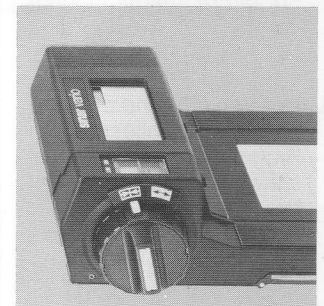

Fig. 11
- 5.2. SINAR zoom: Formatmasken-Drehknopf (10) im Gegenuhrzeigersinn **bis zum Anschlag** drehen. Formatmaske ist geöffnet. Belichtung kann erfolgen. Formatmasken-Drehknopf (10) im Uhrzeigersinn bis zum Anschlag zurückdrehen. Formatmaske ist geschlossen (Fig.11). Film **sofort** zum nächsten Bild transportieren, um Doppelbelichtungen zu vermeiden (**transportieren bis Hebel blockiert**).
- 5.2. SINAR zoom: Turn the mask opening knob (10) **fully** anticlockwise. Format mask is open and ready for exposure. Turn back the mask opening knob (10) clockwise until it locks. Format mask is closed again (fig. 11). To avoid double exposures, advance the film to the next frame **immediately (transport until the lever locks)**.
- 5.2. SINAR zoom: Tourner le bouton du cache de format (10) dans le sens contraire des aiguilles d'une montre **jusqu'à la butée**. Les caches sont ouverts. L'exposition peut avoir lieu. Tourner le bouton du cache de format (10) dans le sens des aiguilles d'une montre jusqu'à la butée. Les caches sont de nouveau fermés (fig. 11). Avancer **immédiatement** le film jusqu'à la prochaine image afin d'éviter les doubles expositions (**transporter jusqu'au blocage du levier**).